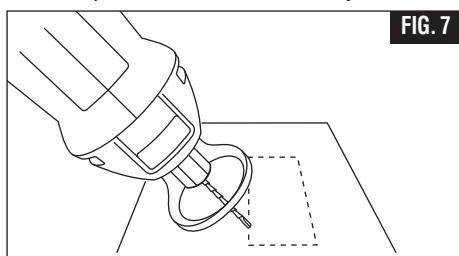

FIG. 7
**Paso 3:** Mientras sujeta firmemente la herramienta, inserte la broca en el material a un ángulo de 45° (Fig. 7).